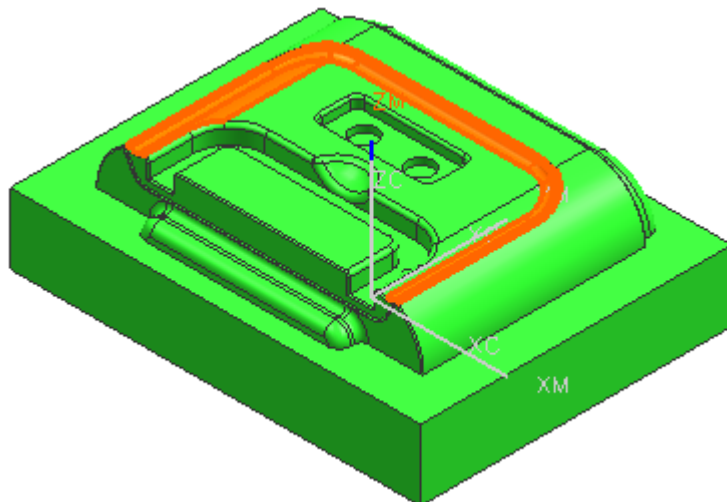

图 9-86
- 单击 , 选择如图 9-86 所示的表面, 单击 OK。